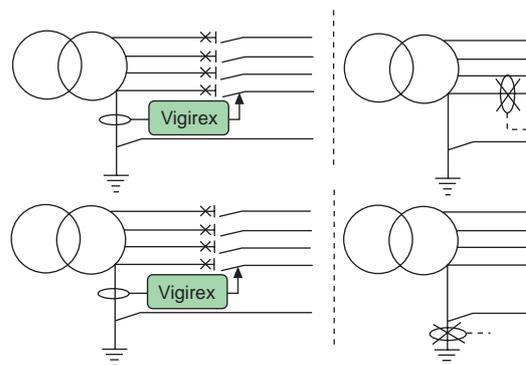

Fig. 5.44.
■ **3.er montaje:** en cabecera de instalación, la suma de las corrientes en los cables activos es idéntica a la corriente que circula en el cable que conecta el transformador a tierra. Se puede montar el toro en este cable, normalmente de menor tamaño (1 cable en lugar de 4), cuando sea imposible montar los toros en los cables activos (**fig. 5.44**).